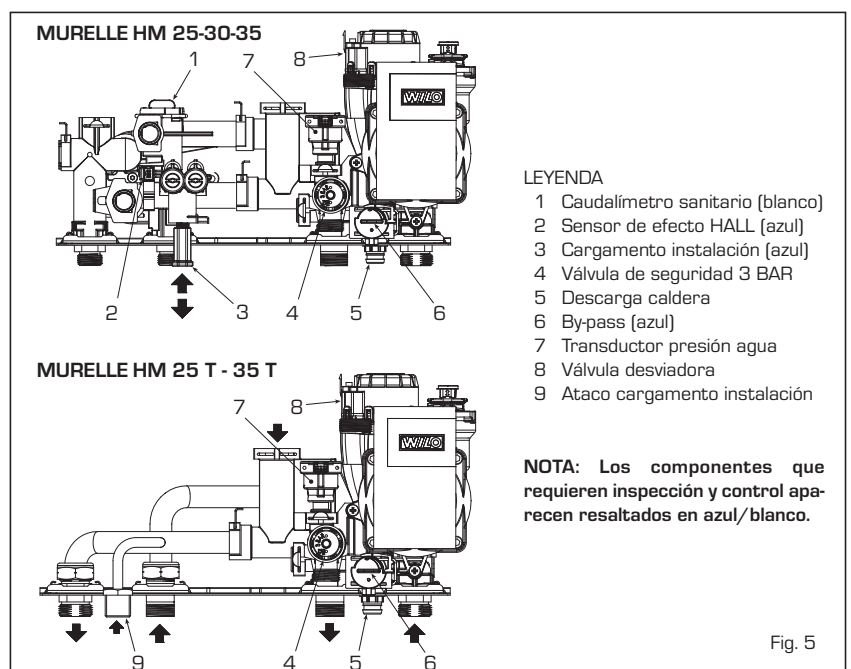

Fig. 5
2.4 FASE INICIAL DE LLENADO DE LA INSTALACION (fig. 5)
El llenado de la caldera y de la instalación se efectúa abriendo el cargamento telescópico (3 fig. 5). La presión de carga con la instalación fría debe ser de **1-1,5 bar**.
Nota: En las versiones "25 T - 35 T" la carga se produce por el empalme (10 fig. 5).
2.4.1 Vaciado de la instalación (fig. 5)
Para vaciar la instalación apague la caldera y accione sobre la válvula de descarga (5 fig. 5).